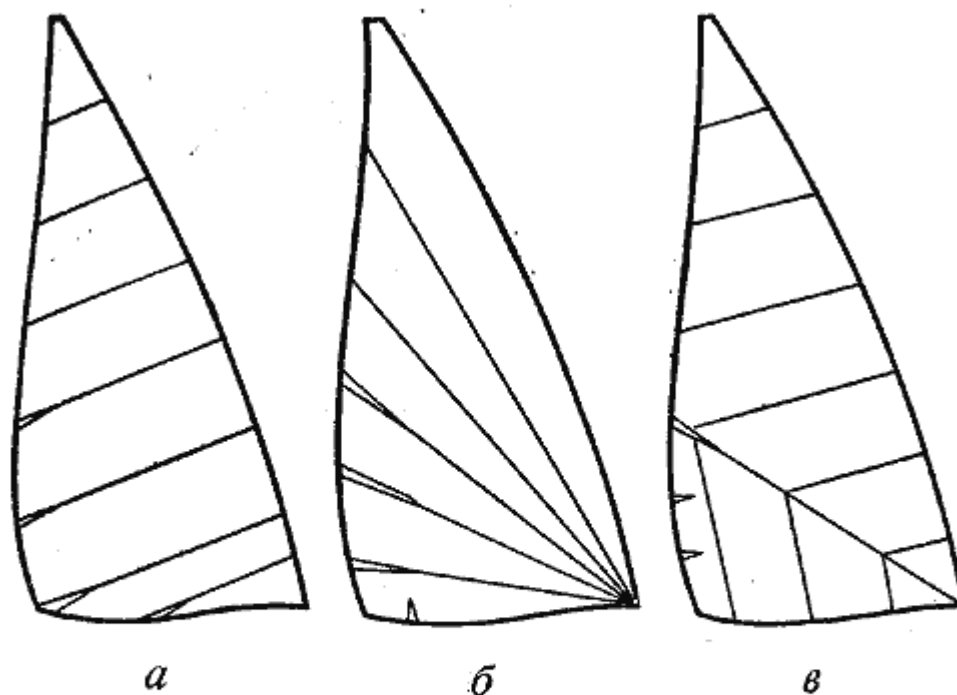

Рис. 7. Закрой по швам. Устойчивость положения наибольшей стрелки профиля паруса обеспечивается сужением полотнищ к передней и нижней шкакторинам:
- четвертый — такое расположение полотнищ относительно шкаторин, при котором «пузо» образуется при вытягивании ткани по косой нитке (см. рис. 7 б и в).
Закрой по полотнищам особенно эффективен при раскрое грота с горизонтальным расположением полотнищ, так как ткань подходит к передней шкакторине под удобным углом. Именно по этой причине паруса, выкроенные подобным образом, обычно имеют шов, идущий точно в галсовый угол — именно здесь закрой максимально важен для придания нужной формы. При ином расположении полотнищ для образования полноты в нужном месте применяют вытачки (рис. 7), однако тогда в месте окончания вытачек могут появиться небольшие перегибы паруса. Форма паруса у задней шкактори-ны также создается с помощью подобных закроев. В этом месте «пузо» не требуется. Напротив, парус здесь должен быть совершенно плоским, чтобы воздушный поток мог стекать свободно. Следует отнестись с опаской к швам по задней шкакторине, которые ушивались на протяжении всего срока службы паруса. Такие швы могут потянуть заднюю шкакторину на ветер. Лучше, если они будут несколько распушены, особенно около фалового и шкотового углов, чтобы помочь верхней части задней шкакторины отойти немного под ветер.